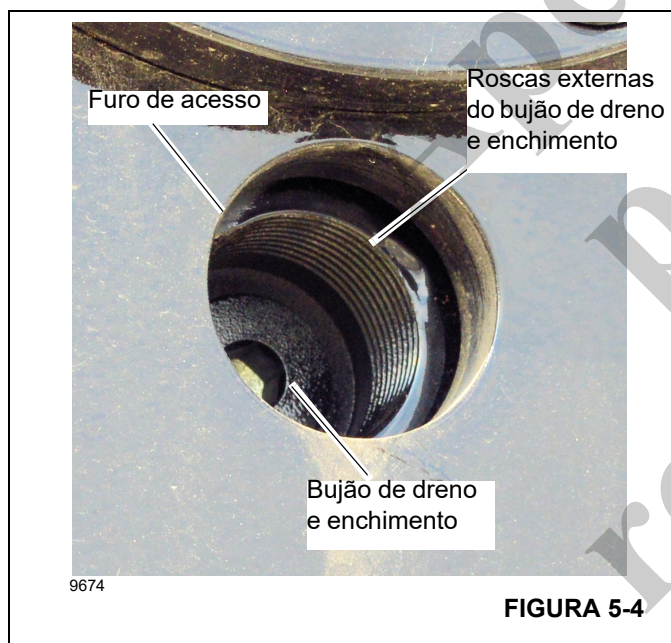

FIGURA 5-4
2. Gire o tambor do guincho de modo que o bujão de dreno e enchimento (Figura 5-4) esteja alinhado com o furo de acesso do dreno de óleo na posição das 6 horas (3, Figura 5-3).
3. Instale um tubo curto de 1 pol. (25 mm) nas roscas externas ao redor do bujão de dreno e enchimento (Figura 5-4).
2. Usando uma chave Allen de 5/16 pol. (8 mm), remova o bujão de dreno e enchimento (Figura 5-4).
5. Usando uma chave Allen de 5/16 pol. (8 mm), instale e aperte o bujão de dreno e enchimento (4, Figura 5-4). Aperte o bujão de dreno e enchimento com torque de 67,8 Nm (50 lb-pé).